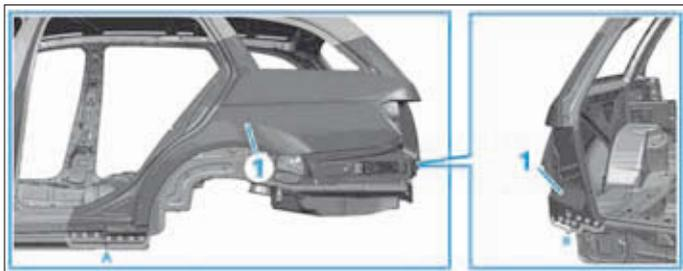

FIG. 116
- Poser et ajuster l'aile arrière (1), le hayon, le feu arrière et le joint d'étanchéité (Fig.116).
- Fixer l'aile arrière (1).
- Percer sur l'aile arrière (1) des trous de rivet de Ø 6,5 mm dans les zones (A et B).